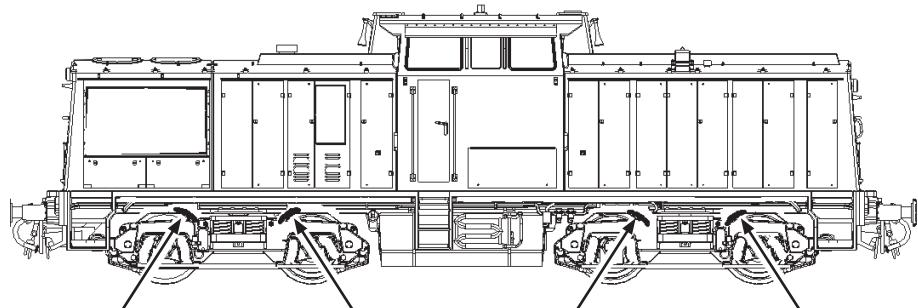

Fig. 7
**2. Schmierung:** Versehen Sie die im Schmierplan in Fig. 7 gekennzeichneten Stellen mit nur **kleinen Öltropfen**. Dazu zuerst das Lokgehäuse abnehmen (Fig. 3). Wir empfehlen den ROCO **Öler Art.-Nr. 10906**. Fürs Schmieren der Getriebeteile (Zahnräder, Schnecke) empfehlen wir das **ROCO-Spezialfett Art.-Nr. 10905**. Im Falle der Schmierung diese Teile **nicht ölen**.
**2. Lubrication:** Apply **tiny oil drops** to spots marked in fig. 7. Prior to lubrication dismantle locomotive (fig. 3). We recommend using item no. **10906, Roco oiler**. For lubrication the gearparts (e.g. cogwheels, worm) we would recommend our Roco **special grease** (item no. **10905**).
**2. Graissage:** N'appliquez **qu'une tout petite goutte** aux endroits indiqués par le plan de graissage (fig. 7) après avoir démonté la caisse de la locomotive (fig. 3). Nous vous recommandons le **graisseur à huile Roco réf. 10906**. Pour graisser les engrenages (roues dentées, vis sans fin) nous vous conseillons la **graiseuse spéciale Roco réf. 10905** pour engrenages en matières synthétiques. Lorsque vous utilisez cette graisse il faut éviter d'huiler ces composants.